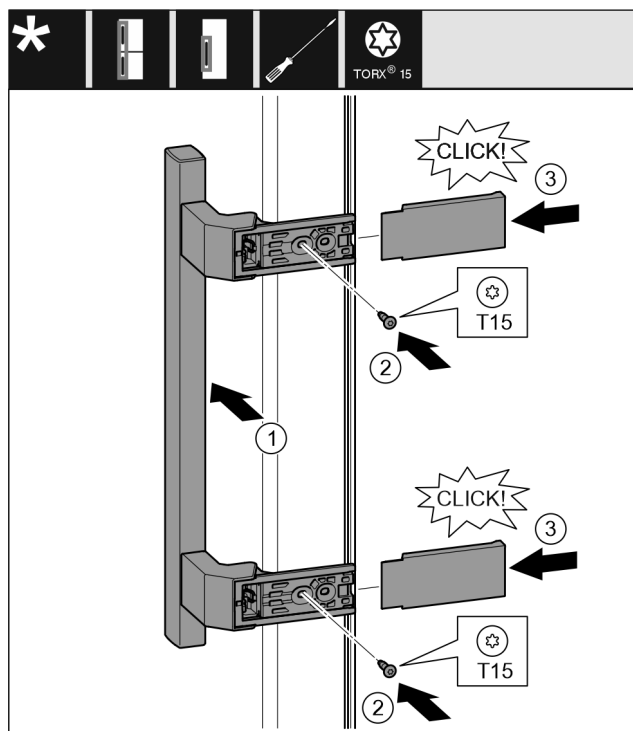

Fig. 18
- ▶ Поставете дръжката от другата страна. Fig. 18 (1)
- ▶ Затегнете винтовете с отвертка T15. Fig. 18 (2)
- ▶ Поставете отстрани капците и ги нахлузете. Fig. 18 (3)